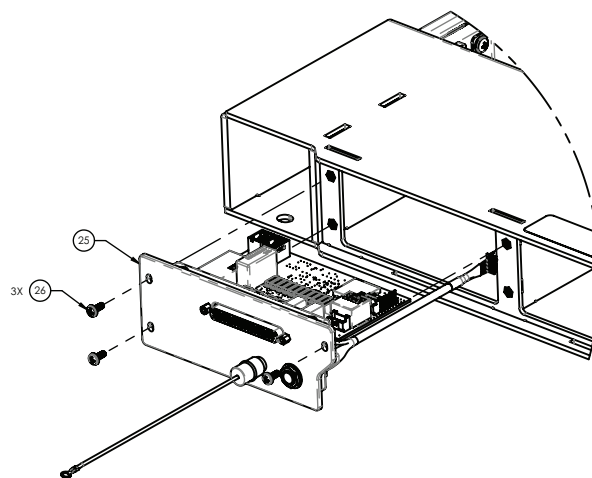

Figure 25 – Remplacement de PSI
6. À l'aide d'un tournevis cruciforme n° 2, retirer et conserver les trois vis (26) qui fixent l'ensemble de carte PSI (25) au châssis du plan de couchage et tirer l'ensemble PSI vers l'extérieur (Figure 25).